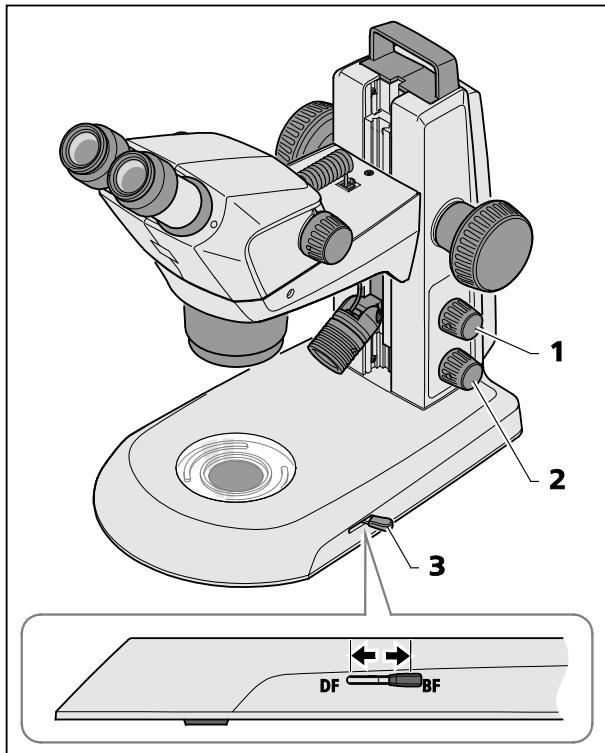

Bild 25 Durchlichtmodul im Stativ K EDU
- Durch Drücken auf den unteren Drehknopf (Bild 25/2) Durchlicht einschalten.
- Durch Verstellen des Hebel (Bild 25/3) zwischen Hellfeld- und Dunkelfeldbeleuchtung umschalten.
- Vordere Stellung: Dunkelfeld (DF)
- Hintere Stellung: Hellfeld (BF)
Durch Drücken des oberen Knopfes (Bild 25/1) kann Auflicht dazu gemischt werden (siehe Kapitel 4.2 auf Seite 24).